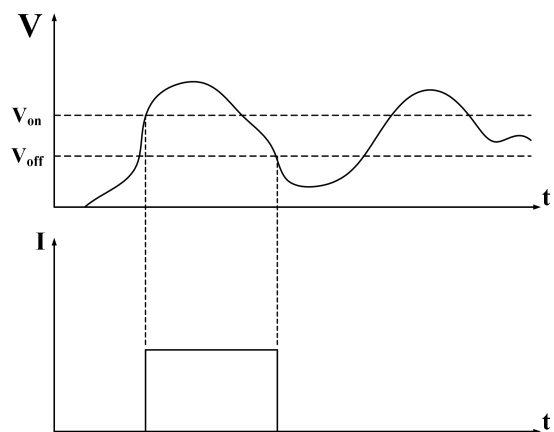

图 5-46 锁定 V_{on} 带载和 V_{off} 卸载
- 9、按“On/Off”键负载 ON，显示屏通道状态标识为“ON”“CCH”，如图 5-46 所示；